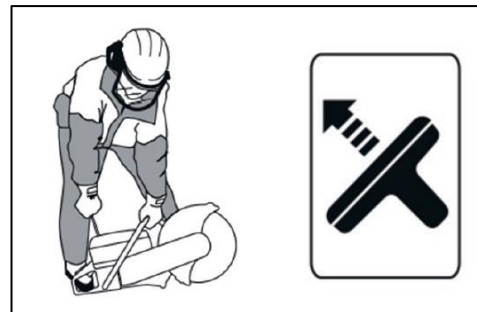

Рис. 24
3. Установите бензорез на землю и жестко зафиксируйте: ногой под заднюю рукоятку и рукой прижмите к земле за переднюю рукоятку. Резко потяните ручку стартера (возможно несколько раз) пока двигатель не запустится. (Рис. 24).